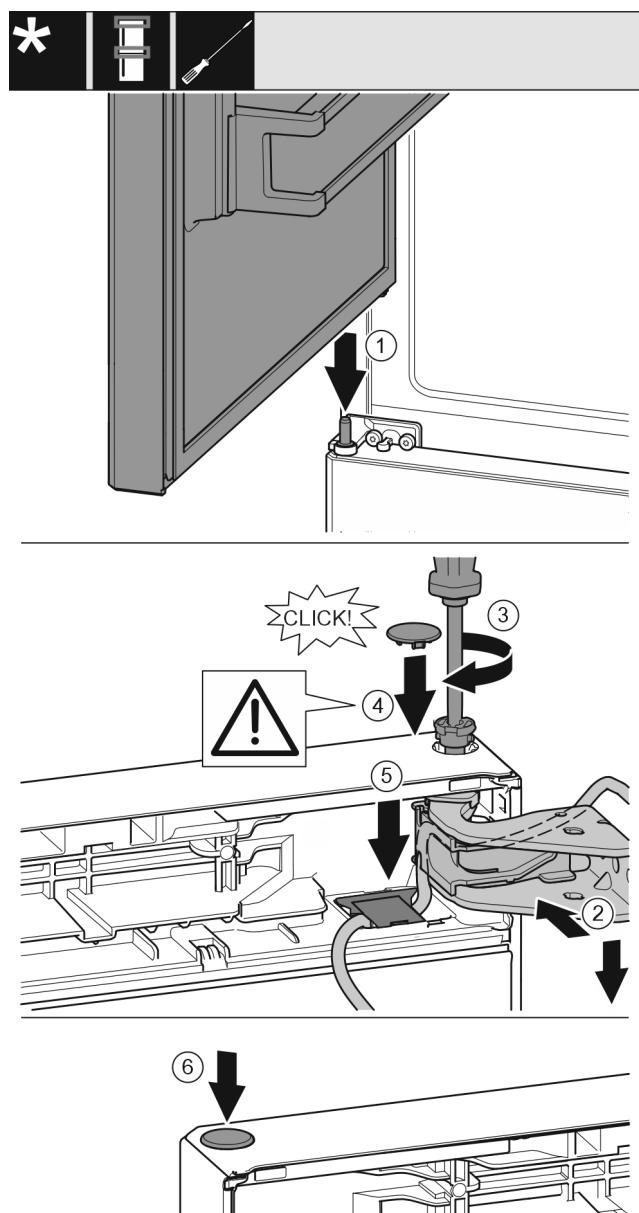

Fig. 44
- ▶ Horní dveře usadte na prostředním ložiskovém čepu Fig. 44 (1).
- ▶ Dveře nahore vyrovnejte s otvorem ve stojanu ložiska. Fig. 44 (2)
- ▶ Vložte čep Fig. 44 (3) a pevně jej utáhněte šroubovákem.
- ▶ K zajištění dveří namontujte bezpečnostní kryt Fig. 44 (4): Bezpečnostní kryt nasadte a zkонтrolujte, zda přiléhá na dveře. V opačném případě čep zcela zasuňte.
- ▶ Vložte kryt Fig. 44 (5) a zatlačte jej směrem dolů, dokud nezavavne.
- ▶ Vložte zátku Fig. 44 (6).